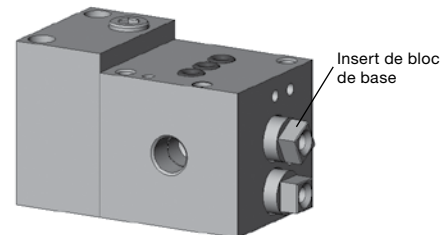

Fig. 2
- Serrez les deux vis inserts du bloc de base dans les inserts du bloc de base latéral gauche, à l'aide d'une **clé dynamométrique hexagonale** de 9/64 po traversant les **inserts du bloc de base**, à un couple compris entre 4,0 et 5,1 N·m (35 et 45 po·lb). Voir la figure 2.